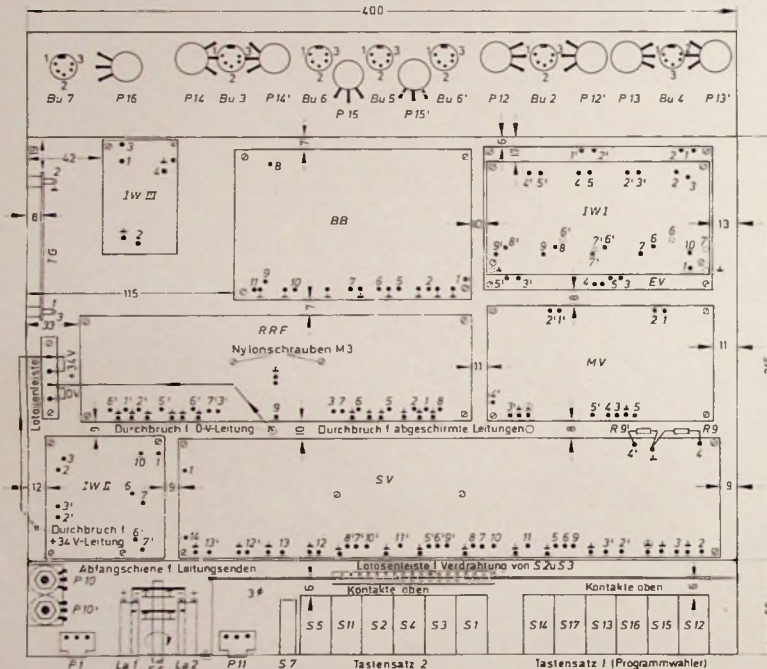
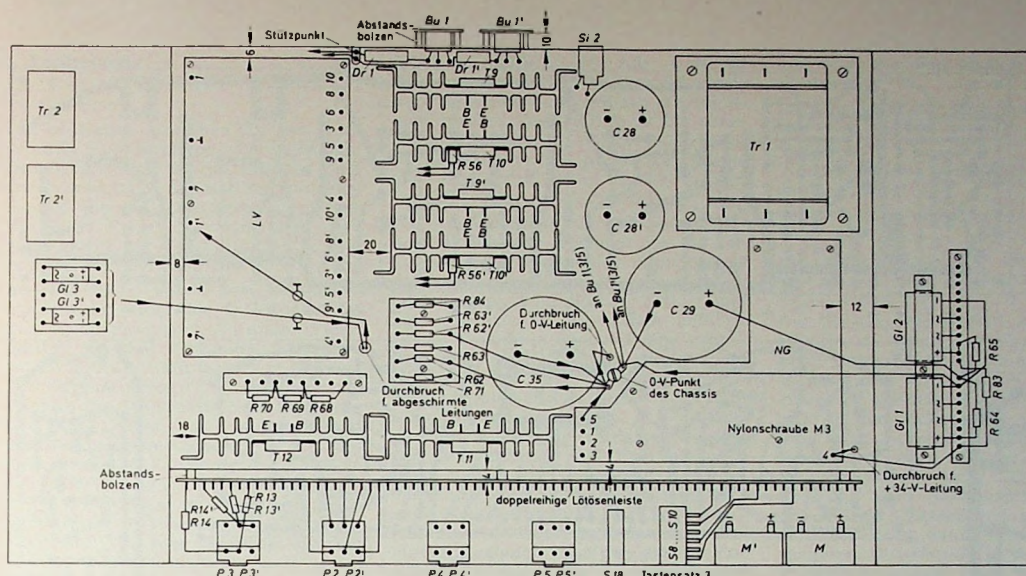

Bild 16. Anordnung der Baugruppen und Bauelemente an der Chassisunterseite
Bild 20. Anordnung der Baugruppen und Bauelemente an der Chassisoberseite (linke und rechte Seitenwand sind nach außen geklappt dargestellt)
Aus dem Bild 16 ist ersichtlich, wie die Baugruppen und Bauelemente auf der Chassisunterseite (Vorstufen-Kammer) untergebracht sind. Die angegebenen Abstände zwischen den Printplatten sind als Richtwerte anzusehen. Abweichungen um 1...2 mm spielen keine Rolle; es sollte aber so viel Platz zwischen den Printplatten bleiben, daß die Verdrahtung ihrer Anschlüsse keine Schwierigkeiten bereitet. Lediglich die
Bild 20 zeigt die Anordnung der Baugruppen und Bauelemente auf der Chassisoberseite (Leistungsstufen-Kammer). Auch hier sind die angegebenen Abstände zwischen den Baugruppen beziehungsweise Bauelementen als Richtwerte aufzufassen. Die Buchsen Bu 1 und Bu 1' sind keine Normbuchsen für Lautsprecheranschlüsse, sondern fünfpolige Stereo-Buchsen. Diese geben bei Parallelschaltung von jeweils zwei Anschlüssen einen sichereren Kontakt als die üblichen Normbuchsen. Selbstverständlich können sie auch durch Normbuchsen ersetzt werden. Bu 1 und Bu 1' sind im Mustergerät mit Distanzstücken 10 mm nach außen gesetzt. Diese Maßnahme war notwendig, weil für C35
Im Bild 20 ist neben dem Elektrolytkondensator C35 der 0-V-Punkt des Chassis eingezeichnet. An diesen Punkt führen alle 0V führenden Leitungen des Netzgerätes (Minuspole von G11 und G12, Minuspole von C29 und C35 sowie Punkt 5 der Printplatte NG). Er ist der einzige Punkt, der das Chassis mit der Schaltung verbindet. Von hier aus führen die 0-V-Versorgungsleitungen sternförmig fort (s. die Pfeilrichtungen der 0-V-Leitungen im Bild 20). Im Bild 16 führt die 0-V-Leitung zu einer Lötösenleiste. Von hier verzweigt sich die Leitung folgendermaßen:
Die im Bild 20 den Potentiometern P2 bis P5 und dem Tastensatz 3 gegenüberliegende doppelreihige Lötösenleiste dient zur Verdrahtung dieser Bauelemente, wie es am Beispiel von P3 dargestellt ist. Die für den Tastensatz 3 bestimmten abgeschirmten Leitungen enden ebenfalls an dieser Leiste. Die Verbindungen zum Tastensatz werden mit nichtabgeschirmtem Schaltendraht hergestellt. Dies ist von Vorteil, da die Kontaktfahnen dieser senkrecht stehenden Schalter ungünstig zu erreichen sind. Zweckmäßigerweise verdrahtet man den Tastensatz 3 durch die 38 mm-Bohrungen für die Meßinstrumente in der Frontseite des Verstärkergehäuses. Die Widerstände R85 bis R92 der Meßeinrichtung sind freitragend ohne Stützpunkte am Schalter S6 angelötet. An den großen Kühlkörpern der Leistungstransistoren sollten keine Schaltdrähte oder Schalltützen anliegen, da deren Isolation durch die Wärmeentwicklung dieser Kühlkörper (bei voller Ausgangsleistung) beschädigt werden kann.
Von der Lötösenleiste (Bild 16) über TG (3) nach IW III (3);